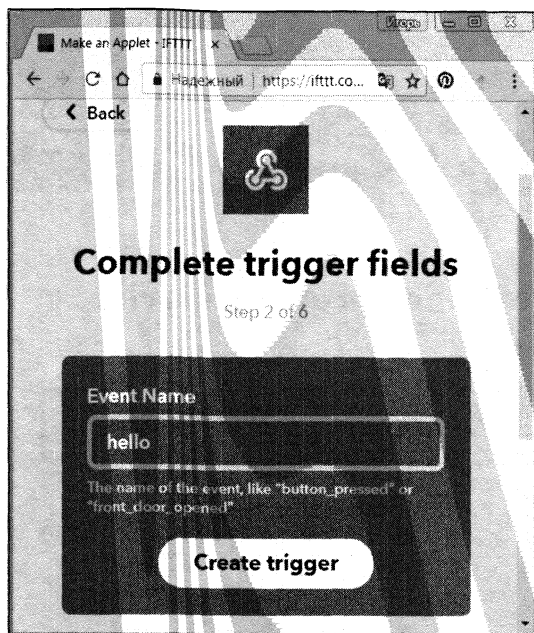

Рис. 7.12. Выбор триггера для отправки сообщений
6. В качестве *события* триггера напишем hello (рис. 7.12) и нажмем кнопку **Create trigger**. Впоследствии вы можете давать событиям более осмысленные названия, например: `button_pressed` или `front_door_opened`.